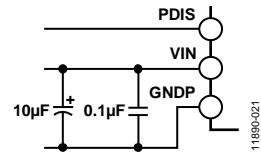
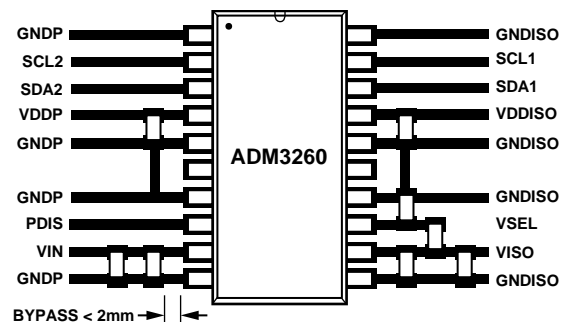

图21. VIN偏置和旁路元件
图23. 推荐的PCB布局
0.15 W isoPower集成式DC-DC转换器的电源需要使用低ESR电容进行旁路，电容应尽可能接近芯片焊盘。isoPower输入需要若干无源元件以便有效旁路电源，以及设置输出电压和旁路内核稳压器(参见图21至图23)。